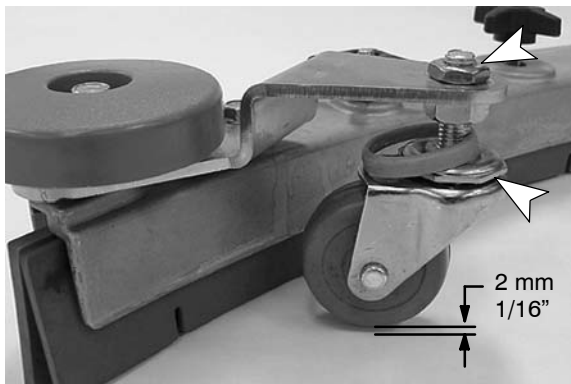

FIG. 63
1. Pour vérifier le bon réglage du bloc de racloir, retirez le bloc de racloir de la machine et placez-le sur une surface égale. Mesurez la distance entre la roulette et la surface. Cette distance doit être environ 2 mm (Figure 63).
2. Pour régler la hauteur de roulette, desserrez l'écrou supérieur et retirez le carter en plastique du roulement pour accéder à l'écrou de réglage. Tournez l'écrou de réglage jusqu'à ce que vous obteniez le bon réglage (Figure 63). Après le réglage, resserrez l'écrou supérieur et remplacez le carter en plastique du roulement. Répétez l'opération pour l'autre roulette.